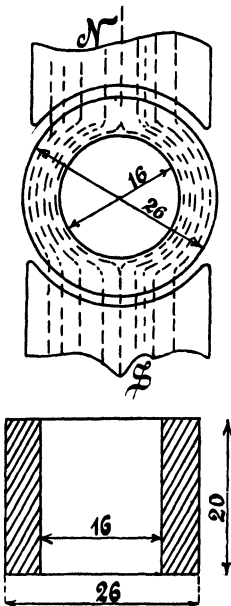

Fig. 58.
197. Der Anker eines Elektromotors besitzt 26 [30] (40) cm äußeren und 16 [18] (24) cm inneren Durchmesser; seine Länge beträgt 20 cm, wovon 15% für die Papierisolation der einzelnen Blechscheiben abzurechnen sind. (Fig. 58.) Die Bewicklung soll aus isoliertem Draht von 3 [2] (2,5) mm Durchmesser unbesponnen und 3,5 [2,5] (3) mm mit Umspinnung bestehen. Die Kraftliniendichte sei 10000 [12000]